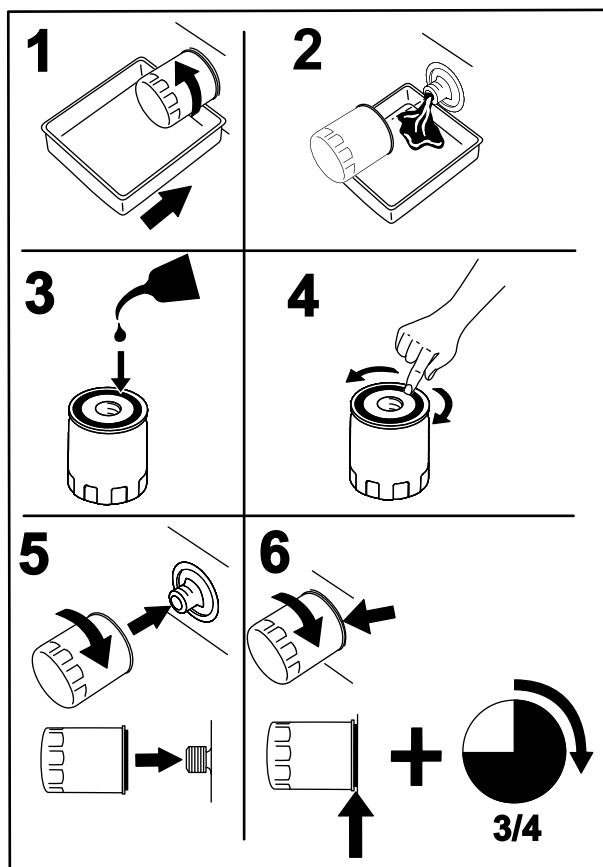

Figura 42
4. Coloque um recipiente de escoamento sob o filtro do óleo e rode o filtro no sentido contrário ao dos ponteiros do relógio para o remover (Figura 42).